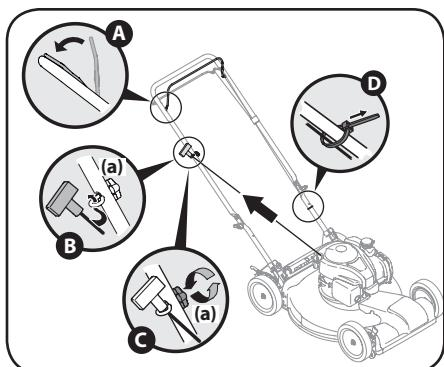

Figure 2-6
6. Le guide de la corde du démarreur est installé sur la droite du guidon supérieur. Desserrez le boulon à oreilles qui maintient le guide de la corde en place. Voir la Figure 2-6.